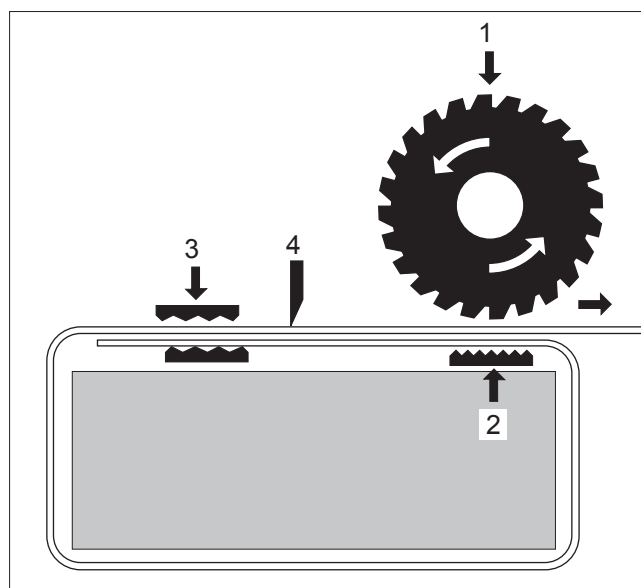

Fig. 2
- Bandet hålls fast av tryckkraften mot gripplattan (Fig. 2/2).